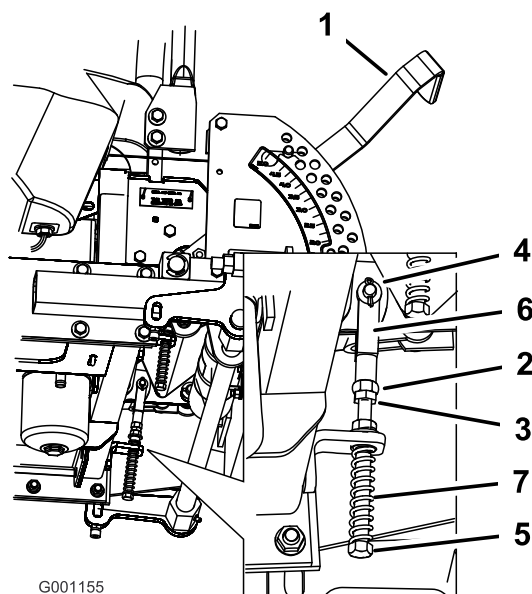

Figura 97
8. Se for necessário ajustar, desaperte a porca e a porca de retenção encostada à forquilha (Figura 97).
9. Aplique uma pressão ligeira para trás sobre a alavanca de controlo do movimento, rode a cabeça do parafuso de ajuste na direção adequada até a alavanca de controlo estar centrada na posição de BLOQUEIO DE PONTO MORTO (Figura 97).
10. Aperte a porca e a porca de retenção (Figura 97).